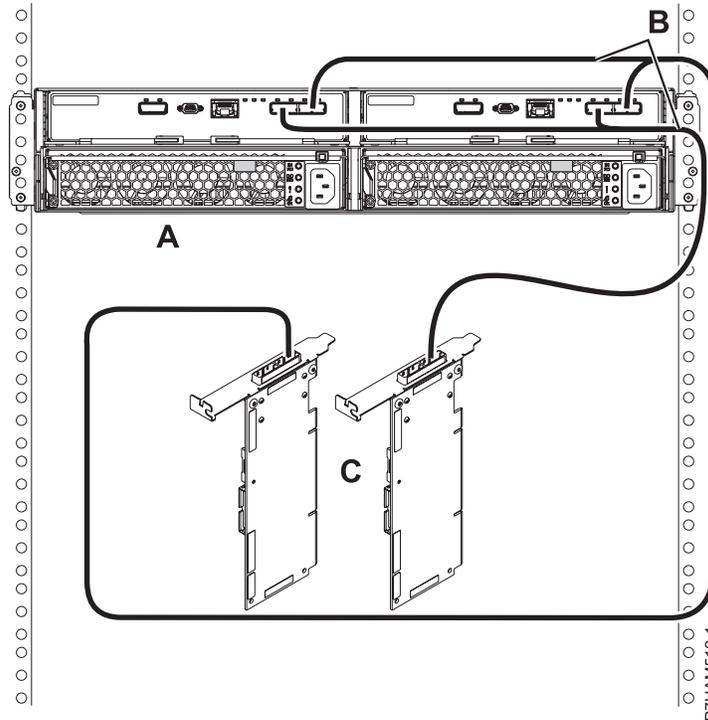

Figure 37. Mode 1 de connexion d'un boîtier d'unité de disque 58/87 via des câbles YO à une paire d'adaptateurs SAS
10. Effectuez la connexion de mode 1 d'un boîtier d'unité de disque 58/87 (A) via des câbles YO (B) vers une paire d'adaptateurs SAS (C), comme illustré dans la figure 37, à la page 72.
- Chaque adaptateur SAS de la paire (C) peut accéder aux 24 baies d'unité.